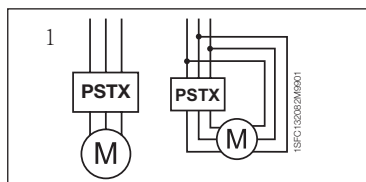

图 1：外接、内接
2. 连接主电路：将端子 1L1 - 3L2 - 5L3 连接至线路，并将端子 2T1 - 4T2 - 6T3 连接至电动机。使用 PSTX30...105 的线路连接（参见图形 7 中的图 ①）和 PSTX142...570 的端子连接（图形 7 中的图 ②）。PSTX 软起动器可“外接”和“内接”，参见图 1。